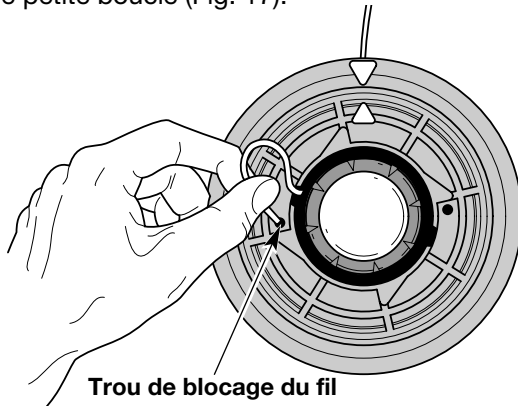

Fig. 17
5. Insérez le fil dans le trou de blocage (Fig. 17). N'enfoncez pas le fil de plus de 12,7 mm (1/2 po) dans le trou. S'il est inséré correctement, le fil forme une petite boucle (Fig. 17).